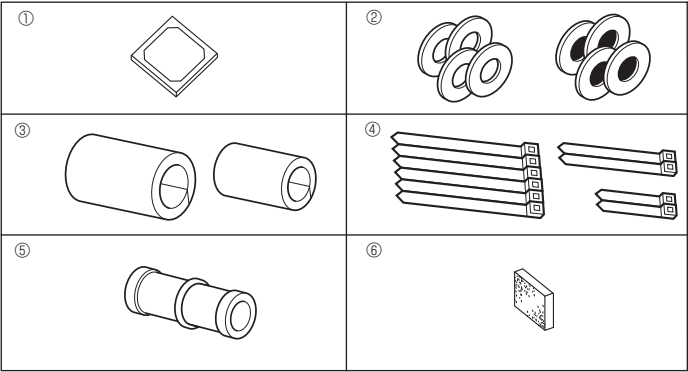

Fig. 4-1
4.1. Перевірте допоміжне приладдя внутрішнього блока (Fig. 4-1)